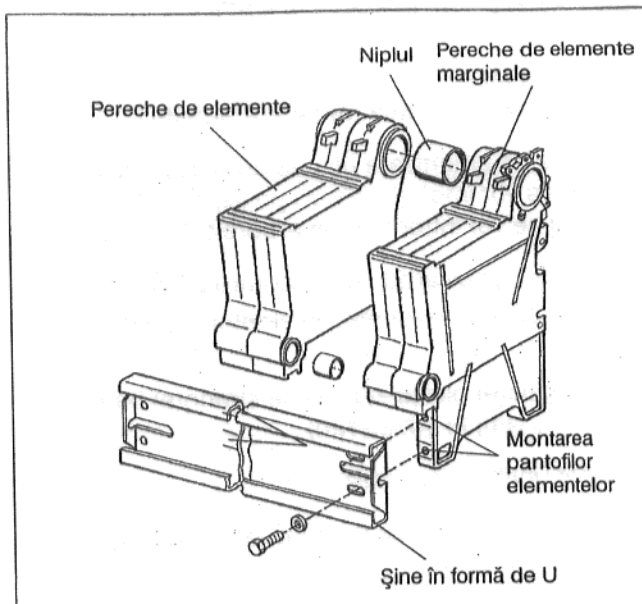

Fig. 4
- Perechea de elemente marginale se va așeza la locul prevăzut (Fig. 4).
- Se introduc cei doi pantofi ai elementelor (Fig. 4).
- Șinele în formă de U se vor fixa la elementul marginal din față (Fig. 4). Pentru aceasta se va apleca ușor perechea de elemente marginale.
- Se va introduce niplul (Fig. 4).